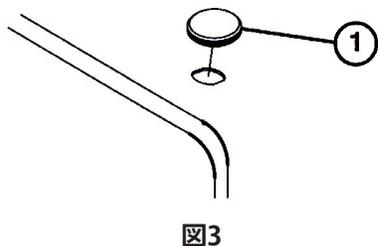

図3
1. フードの左前上部についているプラグを取り除く (図3)。